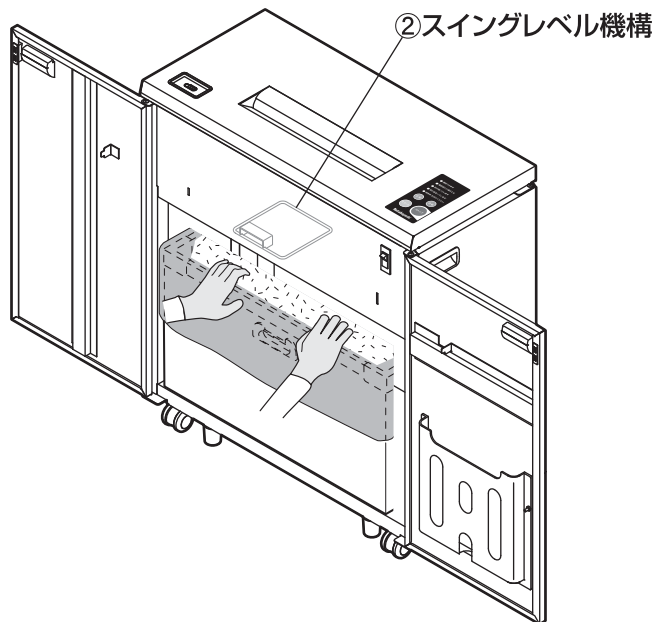

図7 細断紙片の押し下げ
1. 右扉⑧と左扉⑨を開けて電源スイッチ①の下側を押して電源を切ってください。
2. チップボックス⑱上部の細断紙片を、手で押し下げてください。 **図7 参照**
3. チップボックス⑱を引き出し、細断紙片を処理してください。 **P12『細断紙片の処理方法』参照**
4. 電源スイッチ①の上側を押して電源を入れて、右扉⑧と左扉⑨を閉めてください。